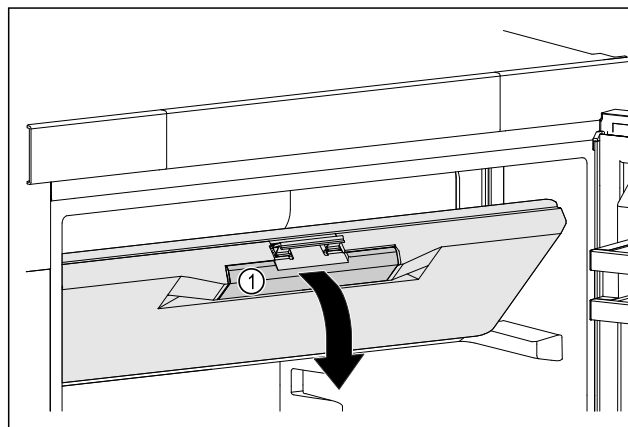

Fig. 46
- ▶ Fogja meg a fagyasztórekesz ajtaját a fogantyúmélyedésnél Fig. 46 (1).